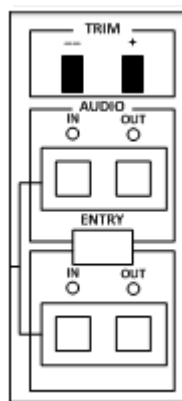

Рис. 8. Клавиши разметки монтажных точек
- Группа клавиш разметки монтажных точек (Рис. 8)